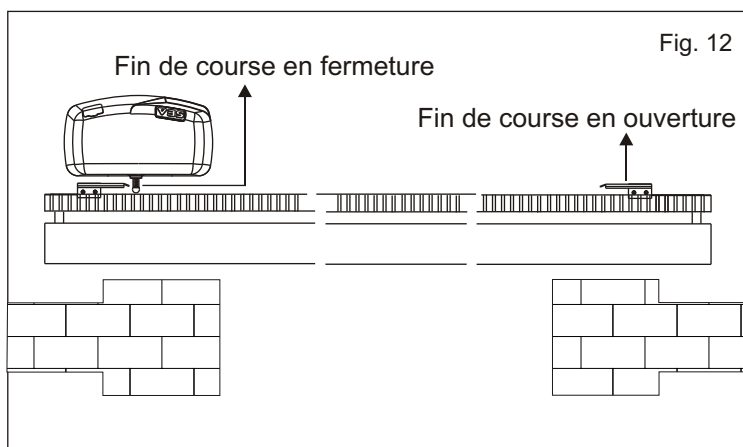

Fig. 12
6.1. Pour l'installation et le réglage du fin de course en ouverture (Fig. 12), il faut suivre les instructions reportées au-dessous: